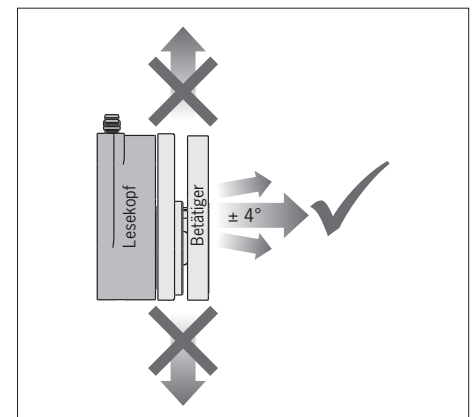

Bild 1: Anfahrtrichtung
- ▶ Beim Öffnen der Schutztür muss der Betätiger frontal vom Lesekopf weggeführt werden (siehe Bild 1).